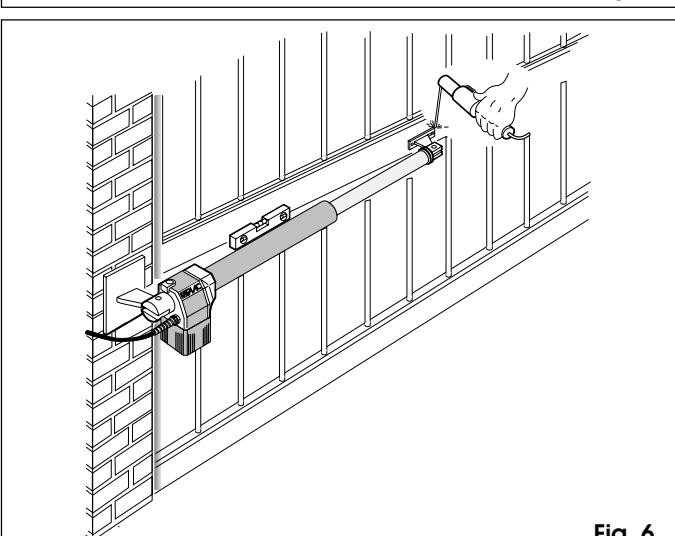

Fig. 6
- Fermer le vantail et, tout en maintenant l'opérateur parfaitement horizontal, tracer sur le vantail l'emplacement de la patte d'attache avant (fig. 6).